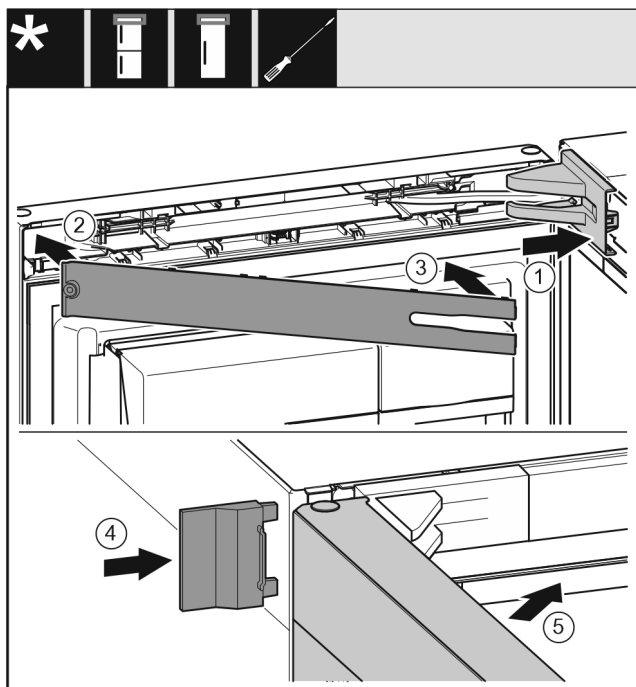

Fig. 51
- ▶ Uždėkite atraminės gembės dengiamąją plokštelę ir užfiksuokite, prireikus atsargiai išspauskite. Fig. 51 (1)
- ▶ Uždėkite gaubtą. Fig. 51 (2)
- ▶ Uždenkite ir užfiksuokite gaubtą. Fig. 51 (3)
- ▶ Užstumkite išorinę dengiamąją plokštelę. Fig. 51 (4)
- ▶ Uždarykite viršutines duris. Fig. 51 (5)